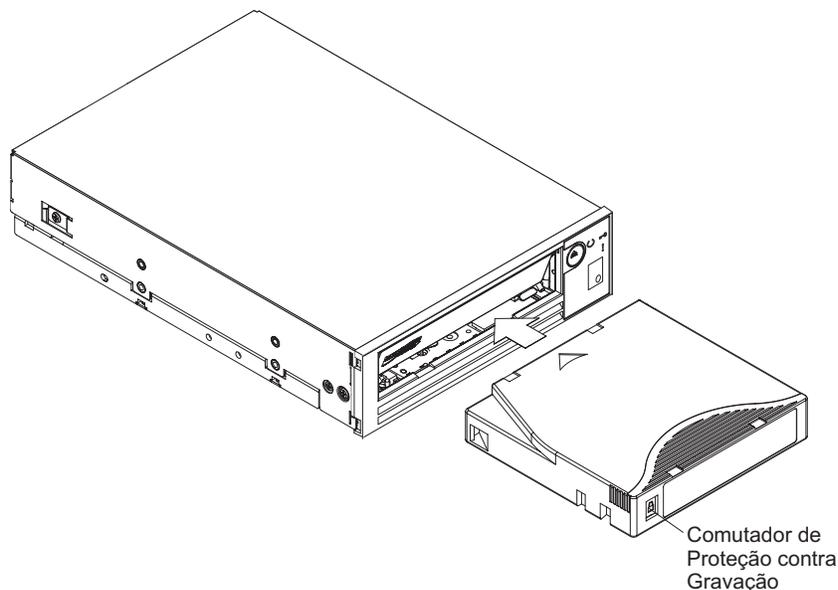

Figura 4. Inserindo um Cartucho na Unidade
3. Aperte o cartucho para que o comutador de proteção contra gravação fique de frente para você (consulte Figura 4 na página 23).